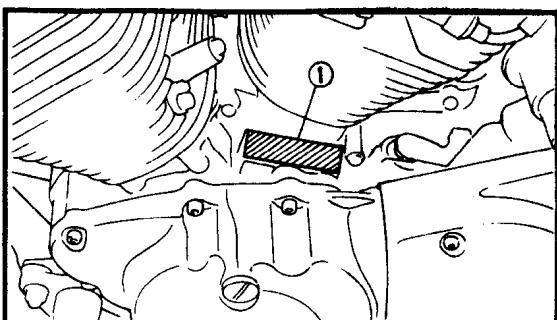

图 1-2
2. 发动机系列号码①刻印在曲轴箱内部，见图 1-2。起始系列号码：XV125S：4RF-000101；XV125：4RF-016101；XV250：3DM-091101。注意这些号码的前三位用于型号识别，其余的数位表示单位制造号码。